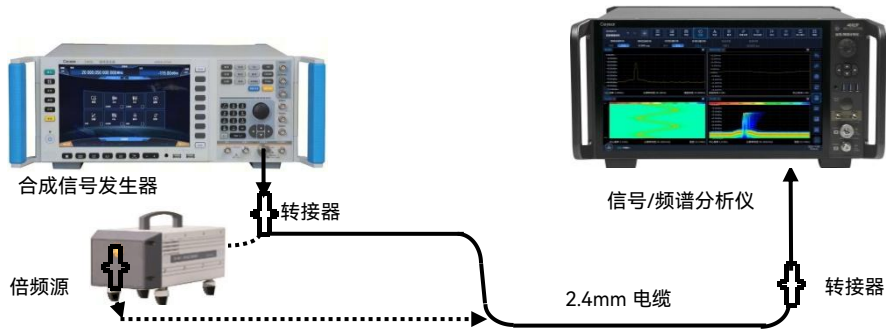

图 7.6 射频输入 2 端口剩余调频测试示意图
- 1) 如图 7.6 实线连接接测试设备，将合成信号发生器的射频输出连接到 4082 的